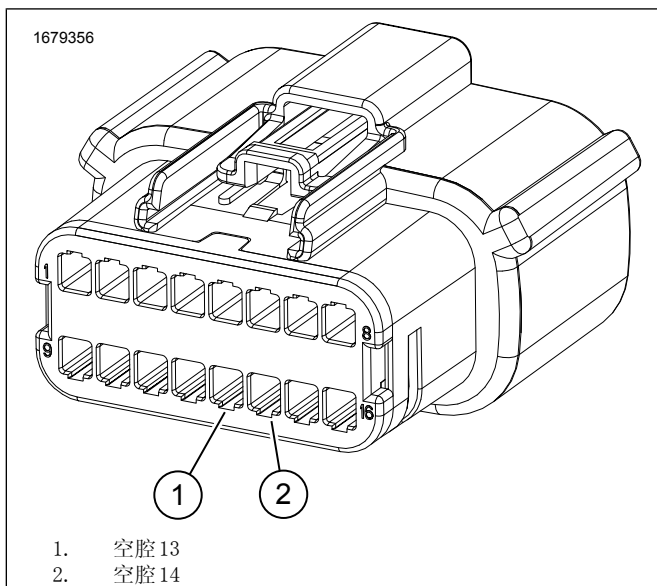

图3。16针连接器C288_1
4. 参见图 3。从连接器 [C288B_1] 的空腔 13 和 14 上拆下插头。